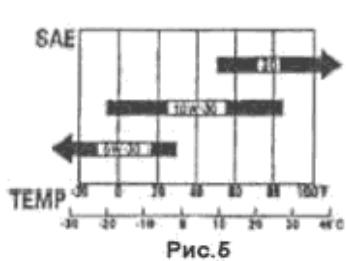

Рис.5
**Рекомендуемое масло: SAE - 30 летнее, SAE - 10W- 30 всесезонное (Рис.5)**
Поскольку вязкость меняется в зависимости от температуры региона, смазку следует выбирать в соответствии с нашими рекомендациями. См. рис.5.